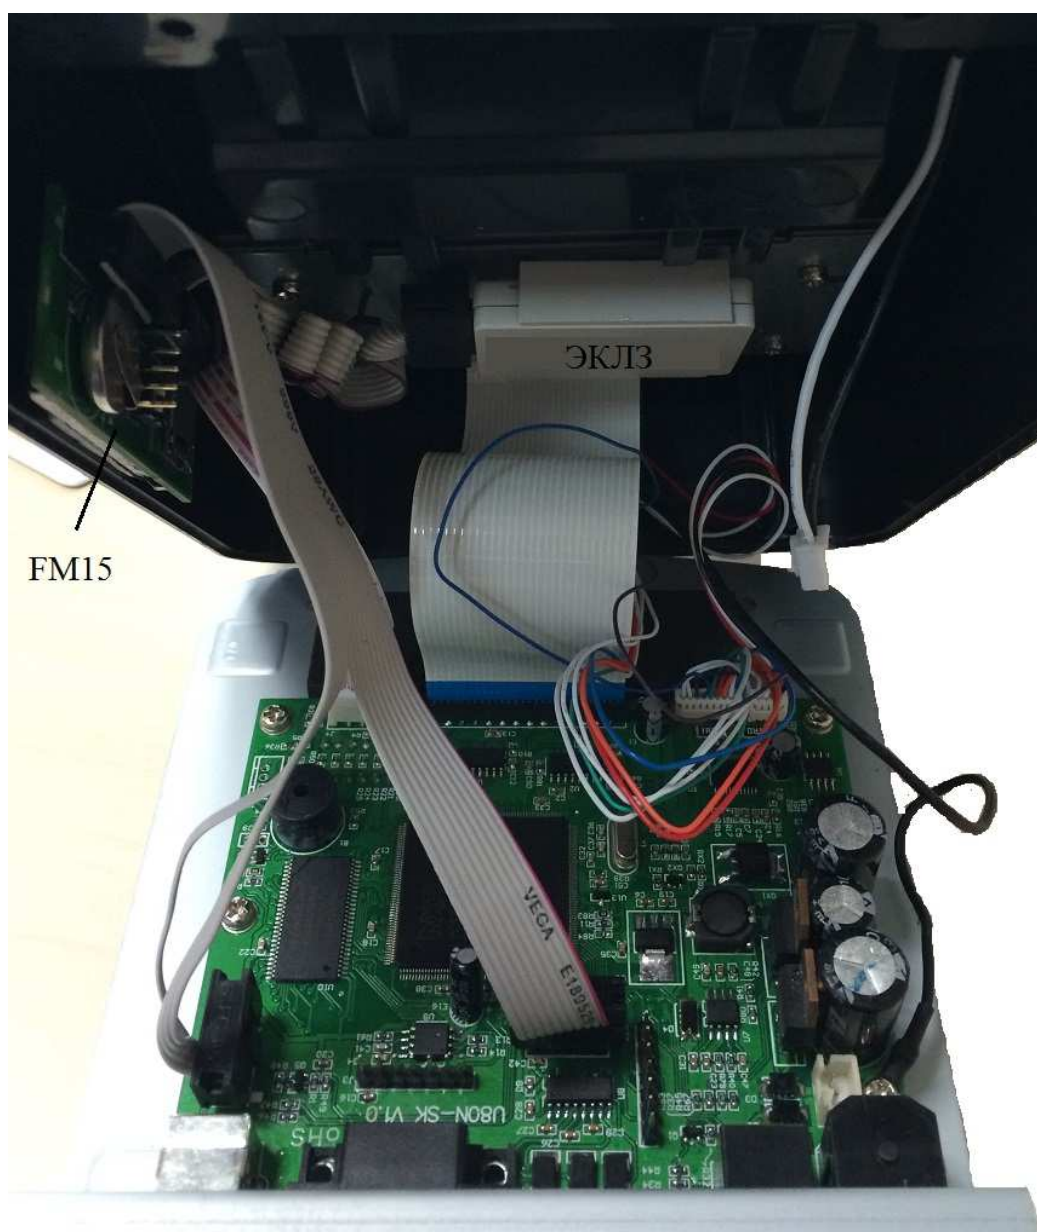

Рис.1 Фото соединения ФП и ЭКЛЗ с системной платой ПТК.
- 4.10. Собрать основной блок в порядке, обратном разборке. (рис. 1)